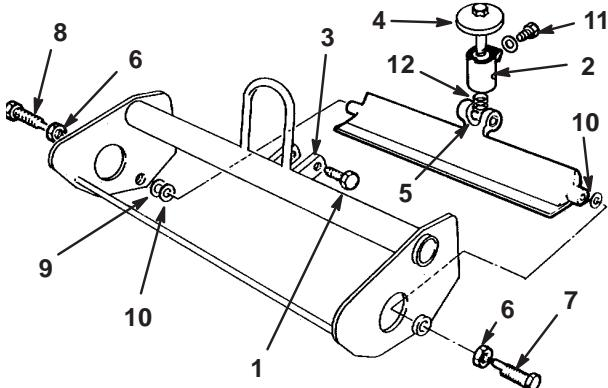

図12
1. ピボット・アセンブリからスプリング・アーム保持用キャップスクリュとワッシャ取り、ベッドナイフのピボット・アセンブリをリール・フレーム・サポートに固定しているピボット・ネジをゆるめる(図12)。
2. 調整ノブをピボット・アセンブリを右に回して(左ネジ)ネジ溝から外す(図12)。
3. 左右のベッドバー・ピボット・ボルトを固定しているジャムナットをゆるめ、ピボット・ボルトを抜き取る(図12)。
ショルダ・ボルトを抑えながらジャムナットを締める（図12）。
4. 調整ノブとピボット・アセンブリとをベッドバー・ピボットの平たい側にねじ込み、ピボット・アセンブリの取り付け穴をリール・フレームのサポートの穴にそろえ、ベッドナイフがリールと当たらないようにする（図12）。